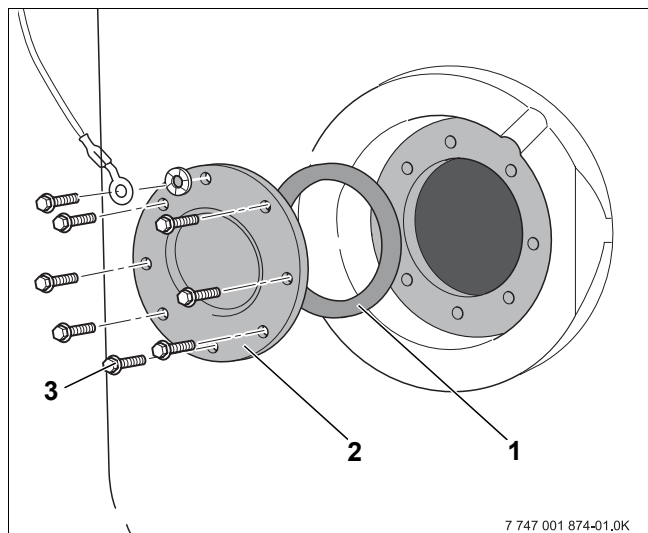

Рис. 11 Демонтаж крышки люка
- Вывернуть болты (рис. 11, **поз. 3**) из крышки смотрового люка (рис. 11, **поз. 2**).
- Снять с бака крышку смотрового люка и уплотнение (рис. 11, **поз. 1**).